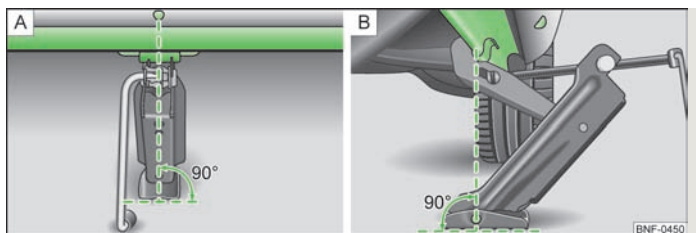

Fig. 111 Utilizzo del martinetto
- Posizionare il martinetto in modo che la staffa d'innesto cinga la cresta » fig. 111 -  in basso sotto l'incisione nella superficie laterale del longherone.
- Assicurarsi che la piastra del martinetto poggi su una base dritta con tutta la sua superficie e si trovi in posizione verticale, » fig. 111 in modo che la staffa di innesto cinga la cresta.